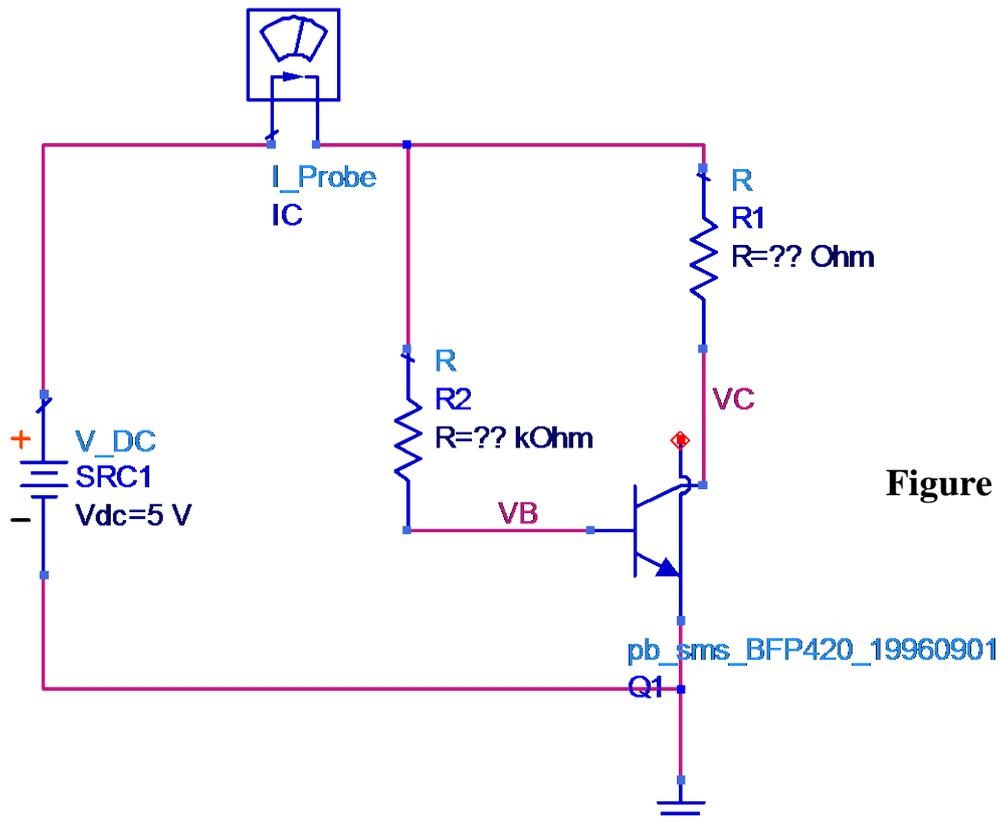

Figure 2
- Créer un nouveau schéma conforme à celui de la Figure 2 dans lequel vous aurez donné à R1 et R2 les valeurs déterminées précédemment. Lancer une simulation et afficher les valeurs du point de repos sur le schéma (Menu Simulate/Annotate DC solution). Vérifier que les valeurs sont correctes.